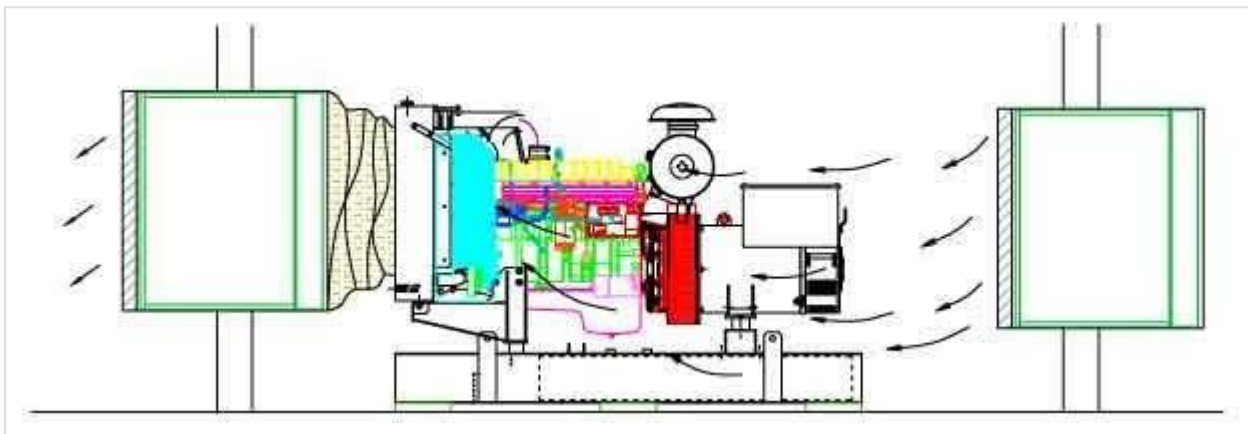

РИС. 5 — Потік повітря крізь машинний зал.
- Як показано на РИС. 5, холодне вхідне повітря зтягується вздовж генератора змінного струму, який відбирає з цього потоку власне охолоджувальне повітря, а далі проходить крізь фільтр повітрязабірника двигуна та сам двигун. Потім вентилятор радіатора виштовхує повітря крізь серцевину радіатора назовні. Безпосередньо перед випускним отвором радіатора не повинно бути жодних перешкод потоку повітря — перегородок і подібного.